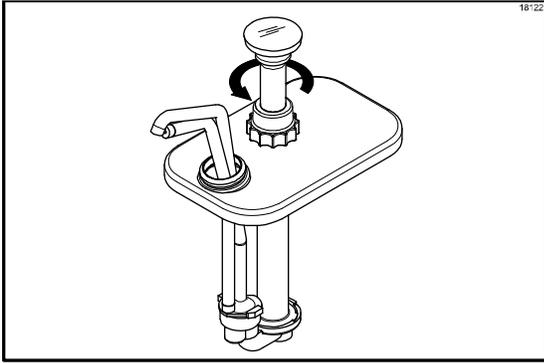

图 72
3. 沿逆时针方向旋转柱塞旋钮，将柱塞从泵体上拆下来。（见图 72。）